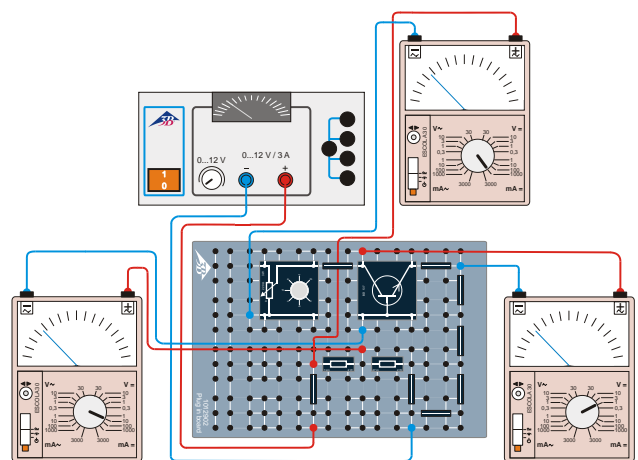

Fig. 5: Esquema del cableado para el registro de la línea característica de salida.
- El circuito se monta de acuerdo con la Fig. 5. El potenciómetro de 1 kΩ se reemplaza por la resistencia de 47 kΩ. Adicionalmente se inserta el potenciómetro de 220 Ω antes del colector. Los tres multímetros analógicos sirven para el control de la intensidad de corriente de base  $I_B$  así como para la medición de la tensión colector-emisor  $U_{CE}$  y la intensidad de corriente de colector  $I_C$ .